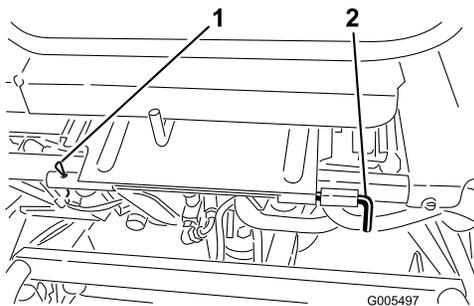

図 33
3. 座席を降ろし、回転軸を固定しているコッターピンを抜き取る（図 33）。